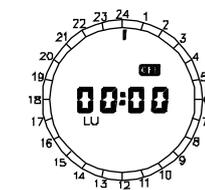

Fig.5a
Appena alimentato l'apparecchio effettua un'autotest accendendo tutti i segmenti del display e chiudendo il contatto d'uscita per 2 secondi. Terminata questa fase **Rivo** viene inizializzato come in fig.5a, visualizzando l'orario (00:00), il giorno Lunedì (LU) e lo stato del relè (OFF).